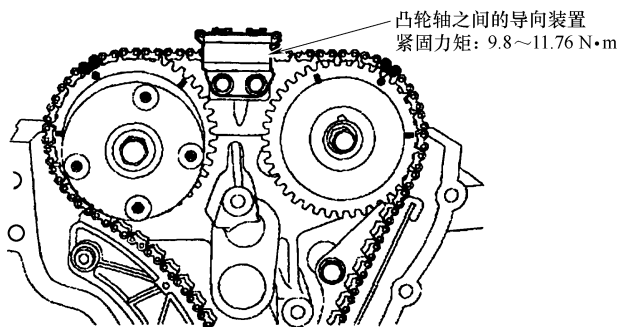

图 29-48 安装左侧凸轮轴之间的导向装置
- 8) 安装左侧凸轮轴之间的导向装置，如图 29-48 所示。